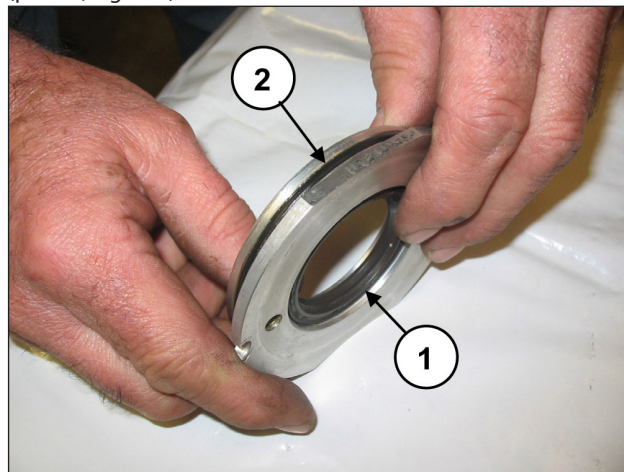

Fig. 120
Sostituire il paraolio (pos. ①, Fig. 120) e l'O-ring esterno (pos. ②, Fig. 120).